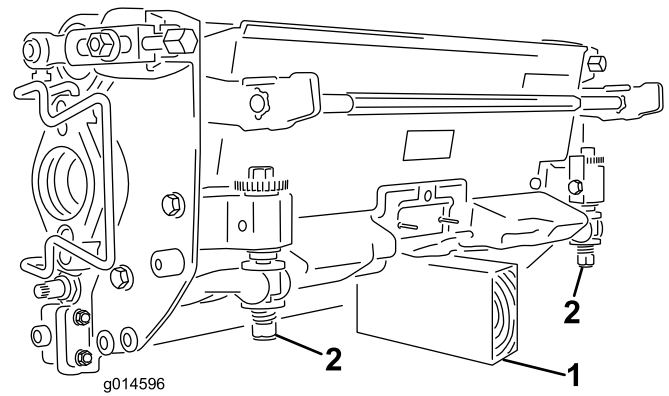

Рисунок 50
**Внимание:** Если необходимо наклонить режущий блок, подложите опору под заднюю часть режущего блока, чтобы гайки регулировочных винтов неподвижного ножа не упирались в рабочую поверхность (**Рисунок 50**).